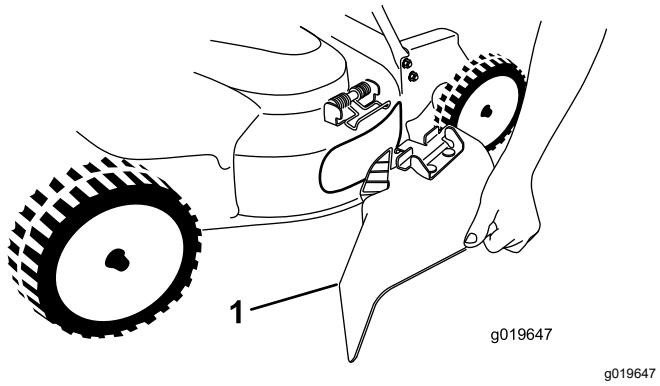

Figure 24
- Pour monter la goulotte d'éjection latérale (Figure 24), tirez sur le ressort, placez la goulotte sur l'ouverture et abaissez le ressort sur les pattes en haut de la goulotte.